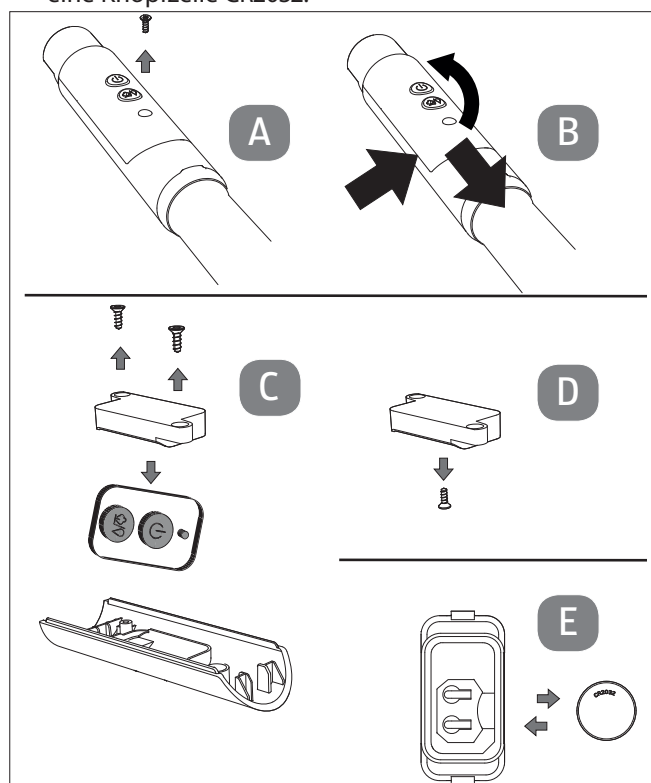

Abb. 14 – Batterie im Handgriff austauschen
- ▶ Entfernen Sie die Schraube unter dem Bedienfeld am Handgriff mit dem Kreuzschlitzschraubendreher (siehe Abb. 14, A).
- ▶ Entnehmen Sie das Fernbedienungsfach aus dem Handgriff (siehe Abb. 14, Pfeil B):
- ▶ Drehen Sie die beiden Schrauben heraus (siehe Abb. 14, C), um die Fernbedienung zu entnehmen.
- ▶ Entfernen Sie die kleine Schraube an der Platine mit einem kleinen Kreuzschlitzschraubendreher (siehe Abb. 14, D) und drehen Sie die Platine um.
- ▶ Wechseln Sie die Knopfzelle aus (siehe Abb. 14, E).